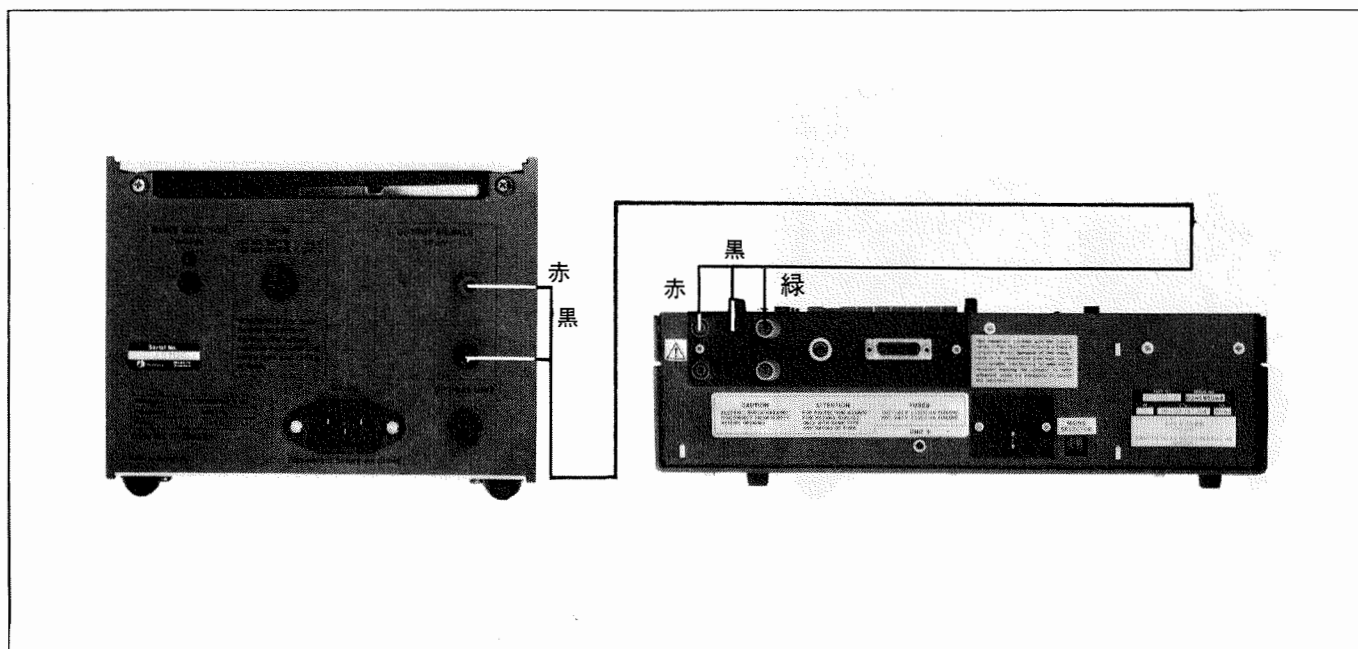

図7. コントロールユニットと2-チャンネルレコーダーとの接続
5. 出力端子をポテンシオメトリックレコーダー(10mV感度)の入力端子に連ぐ(図7)。ファルマシア1チャンネルレコーダーREC-101が望ましい。